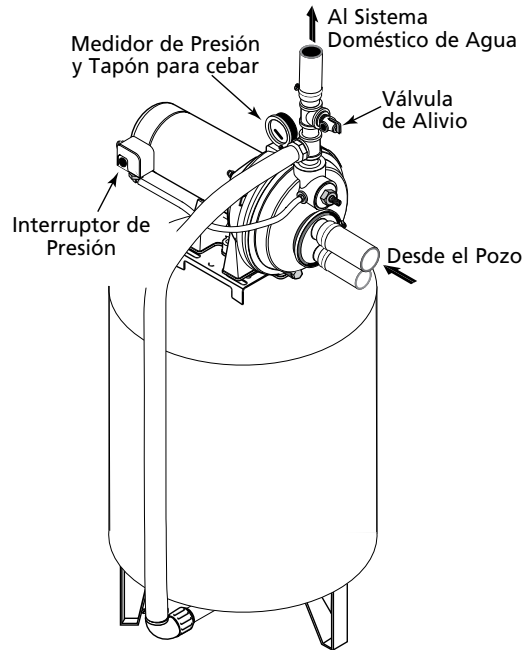

Figura 10 – Conexiones del Tanque Pre-cargado
CONEXIÓN DE TANQUE DE PRE-CARGA (Figura 10)
1. Instale una boquilla de cierre y una "T" en el orificio de descarga de la bomba (Vea la Figura 10). La tubería debe ser al menos del mismo tamaño que el orificio de descarga. Instale una tubería o una manguera reforzada desde un brazo de la "T" al orificio en el tanque.